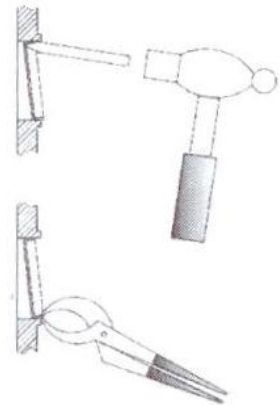

Рис. 4.2
5.3 Слейте охлаждающую жидкость с блока двигателя и извлеките заглушку при помощи воротка и молотка (см. рис. 4.2). Для двигателя Cummins вороток направлять в край заглушки с левой стороны!